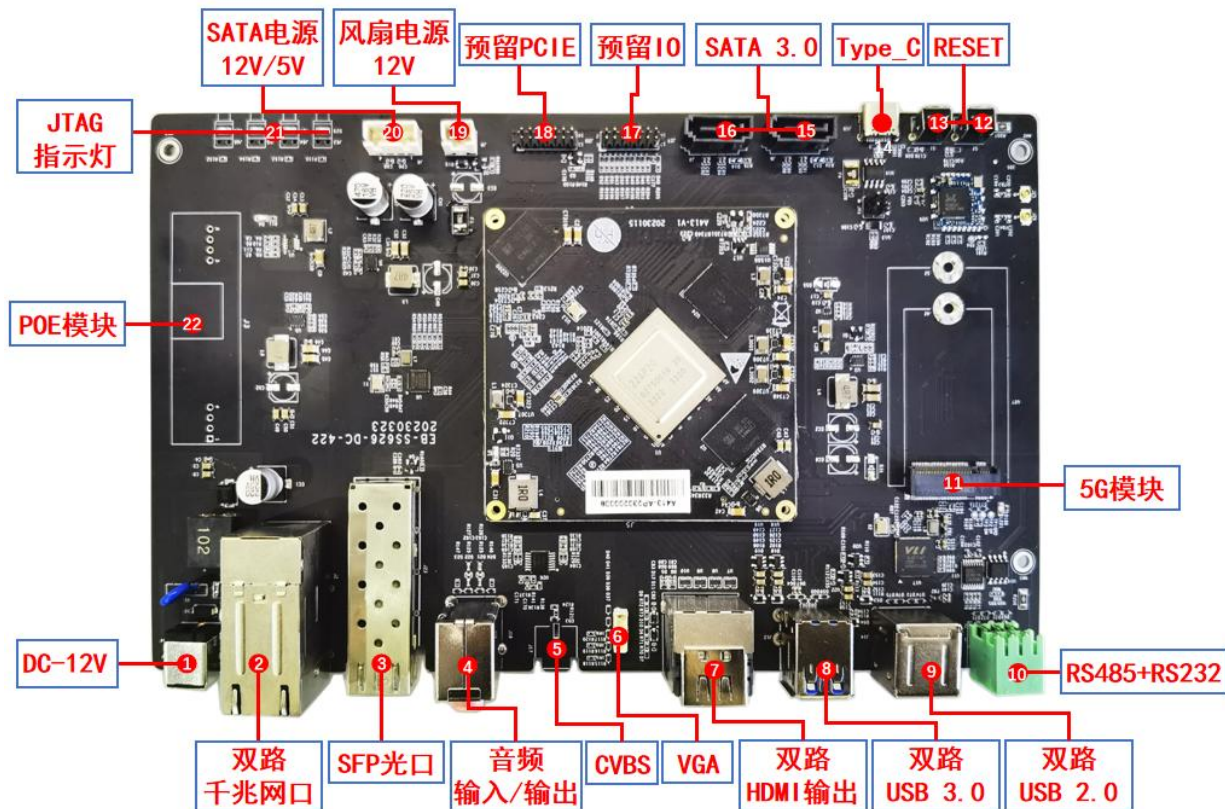

图 2.1 开发板接口示意图
G626_EVB 型开发板含有大量的接口资源，必须设计可靠的外围电路与其配合。本手册给出了部分外围电路的参考设计方法，所有电路都经过了严格的功能验证。板卡外围接口标注示意图如下图 2.1 所示：
- 请对照图 2.1 熟悉开发板的结构布局，确保能够在单板上辨认出可操作部件，如电源、连接器以及指示灯的位置。